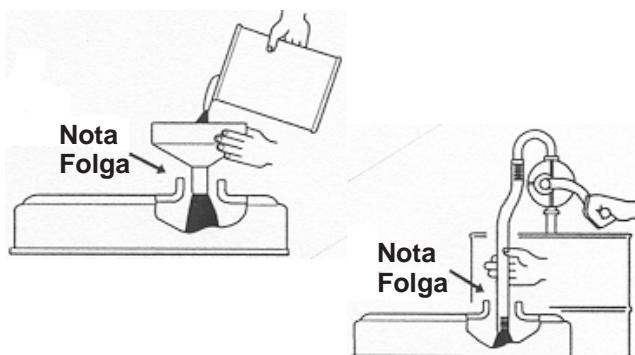

Figura 14
**Importante** Ao adicionar óleo ou ao proceder ao enchimento, tem de existir uma folga entre o dispositivo de enchimento e o orifício da tampa de válvulas conforme a figura 14. Esta folga é necessária para permitir a ventilação durante o enchimento, o que evita o derrame para o interior do respirador.